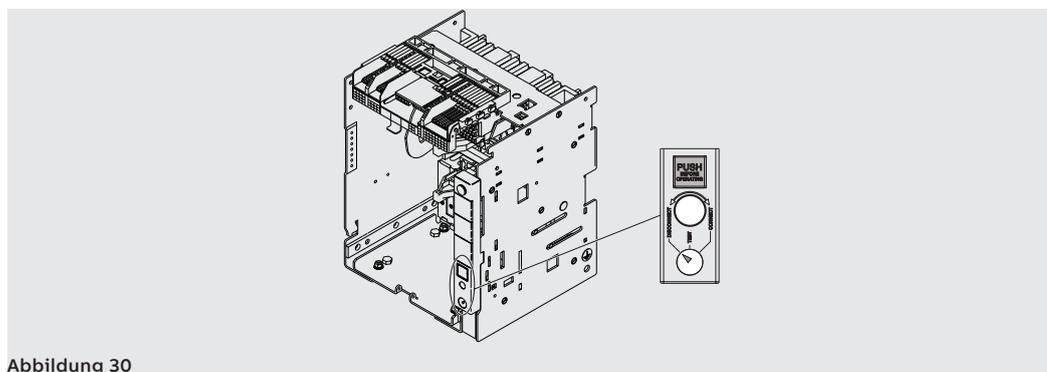

Abbildung 30
2. Die Anzeige auf dem festen Teil meldet nun die Position **DISCONNECT**. Siehe Abbildung 30.